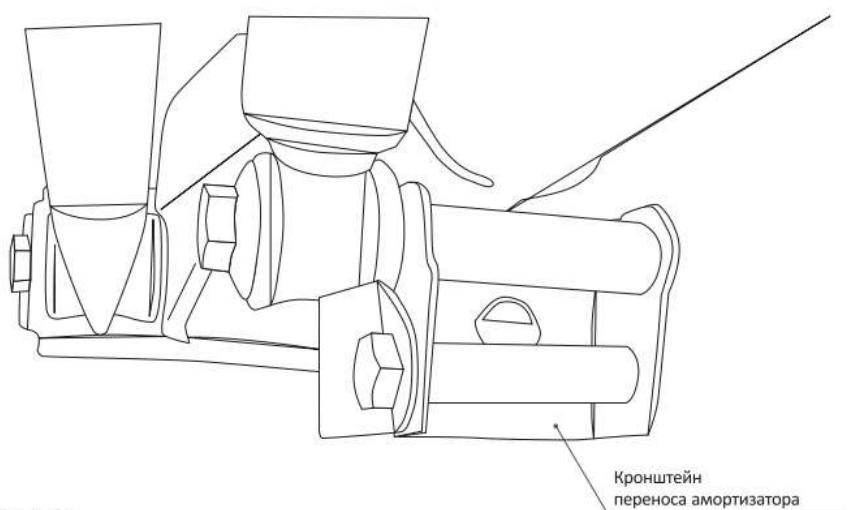

Рис. 5
- 7.2. Установите кронштейн (из комп. – 4), рис. 5.